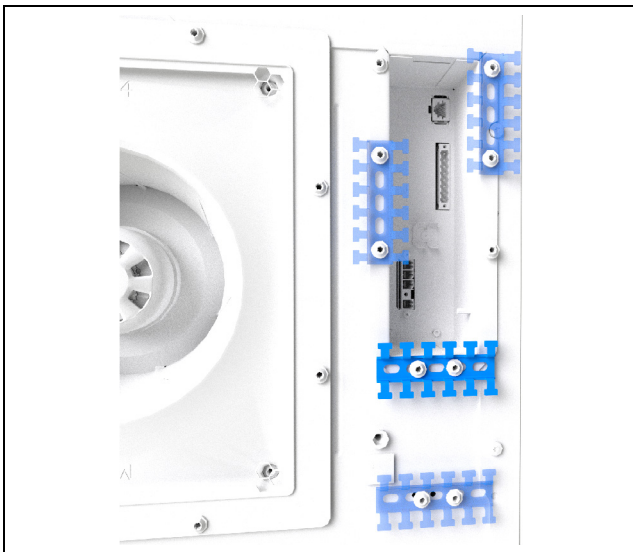

Imagen 18: Montaje de la guía dentada (imagen de ejemplo)
- El blindaje de cable puede conectarse a la guía dentada (imagen 18).